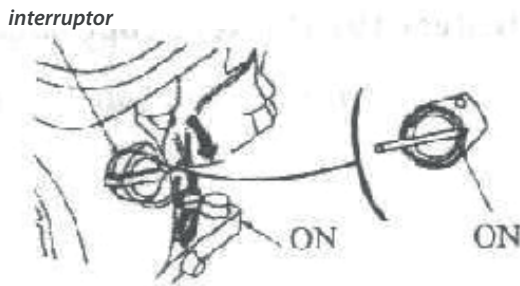

Fig. 12
3) Poner el interruptor motor en la posición ON. (Fig.12)